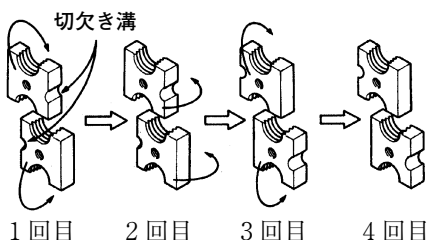

図 20
(3) 取付け前に…………
- ① カッタには、刃部が4カ所ありますので図20のように刃部の位置を替えれば4回ご使用いただけます。